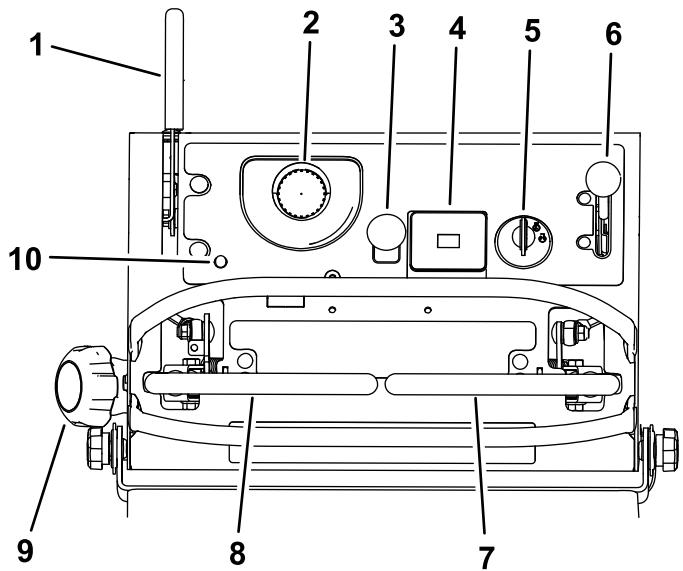

Figura 5
Familiarícese con todos los controles antes de poner en marcha el motor y trabajar con la máquina (Figura 5).
El contador de horas registra el número de horas de operación de la máquina. Funciona cuando el motor está en marcha. Utilice el recuento de horas para programar el mantenimiento regular (Figura 5).
Hay una serie de símbolos en el contador de horas, que indican con un triángulo negro si el componente de seguridad está en la posición correcta (Figura 5).
La luz de la batería se enciende al accionarse la llave de contacto, y cuando la carga está por debajo del nivel correcto de operación (Figura 5).
El acelerador controla la velocidad del motor y tiene un ajuste variable continuo de LENTO a RÁPIDO (Figura 5).
El mando de la toma de fuerza se utiliza para arrancar y parar accesorios motorizados (Figura 5).
Si se detecta un problema o una avería en el sistema, se enciende el indicador de avería (IA) (Figura 5).